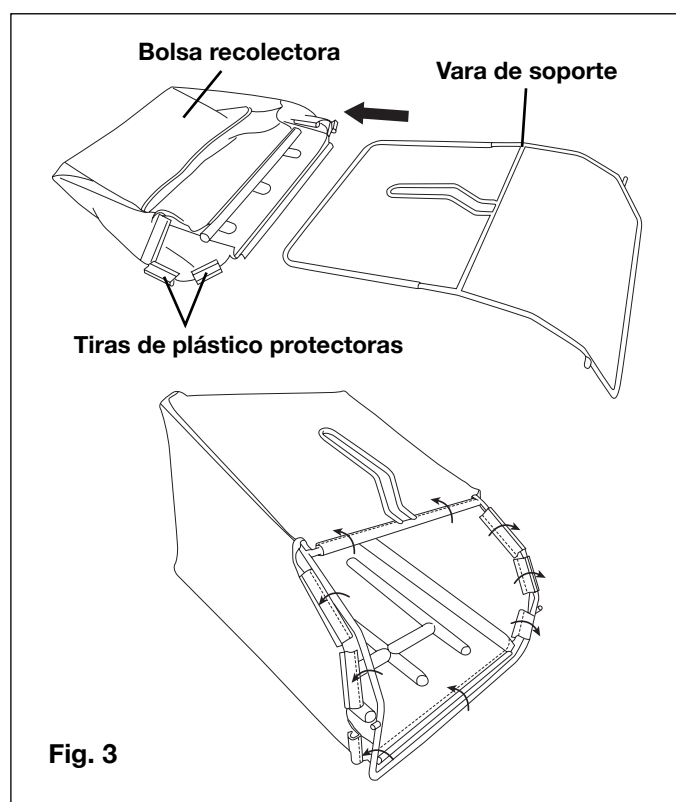

Fig. 3
1. Inserte la vara de soporte dentro de la bolsa recolectora (Fig. 3).
2. Enganche las tiras plásticas protectoras sobre la vara de soporte (Fig. 3).